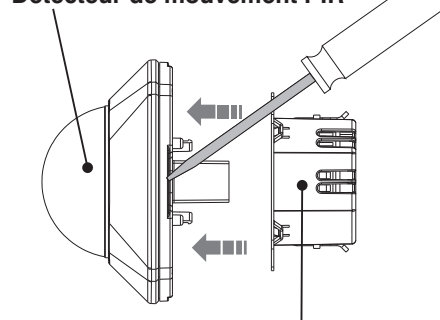

FIG. 1 Dispositif en circuit avec bornes
- Séparer avec un tournevis à lame plate le détecteur de mouvement PIR de la partie de circuit (FIG. 1).
- Mit einem flachen Schraubenzieher den PIR-Bewegungsmelder vom Steuerteil trennen (ABB. 1).